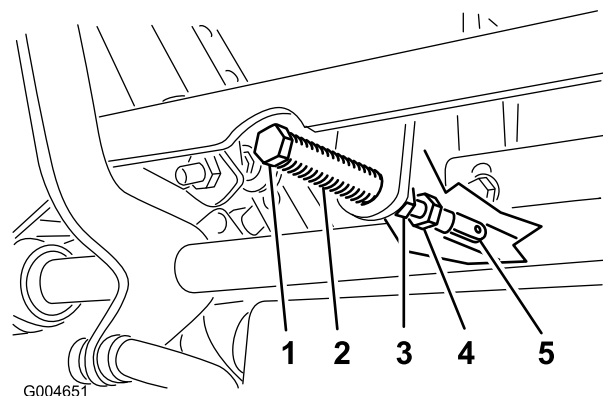

Рисунок 51
5. Потяните рычаг назад так, чтобы шплинтуемый штифт (на рычаге над осью поворота) вошел в контакт с концом паза (только начал надавливать на пружину), как показано на Рисунок 51.
7. Если требуется регулировка, ослабьте гайку и контргайку, прижимающую рычаг квилке (Рисунок 51).
8. Слегка надавив в направлении назад на рычаг управления движением, поверните головку регулировочного болта в соответствующем направлении так, чтобы рычаг управления расположился по центру в НЕЙТРАЛЬНОМ ФИКСИРОВАННОМ положении (Рисунок 51).
9. Затяните гайку и контргайку (Рисунок 51).
10. Затяните контргайки в месте расположения шаровых шарниров (Рисунок 51).